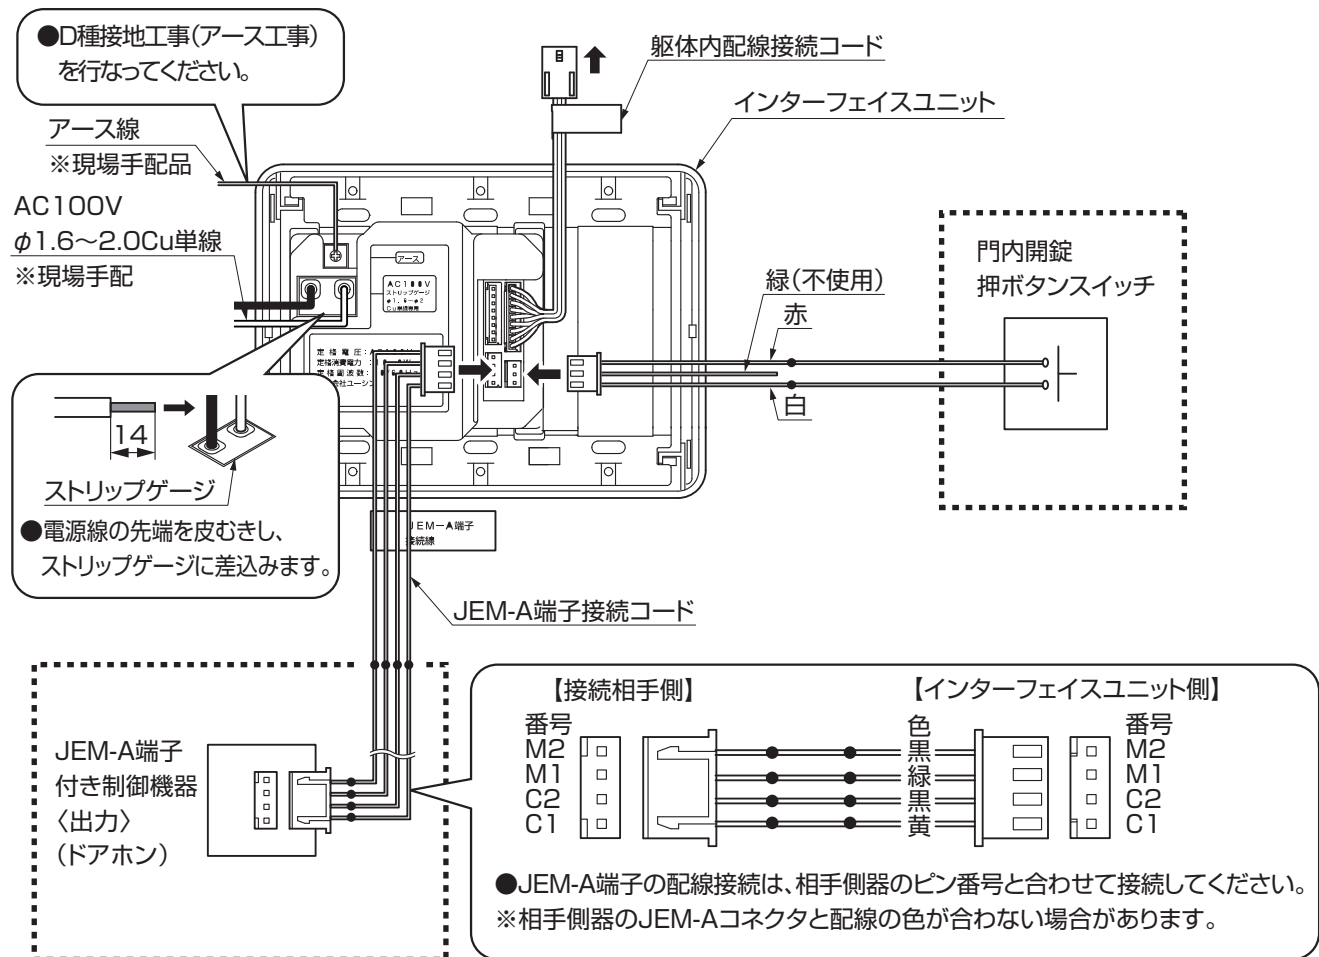

図3-4
①インターフェイスユニット本体に電源配線・アース工事及びドアホン接続を行なってください。(図3-4参照)
②1コ用スイッチボックス通電金具用の下側からインターフェイスユニット本体に、JEMA-A接続コード、解錠ボタン接続コードを取付け、電線を接続してください。(図3-4参照)